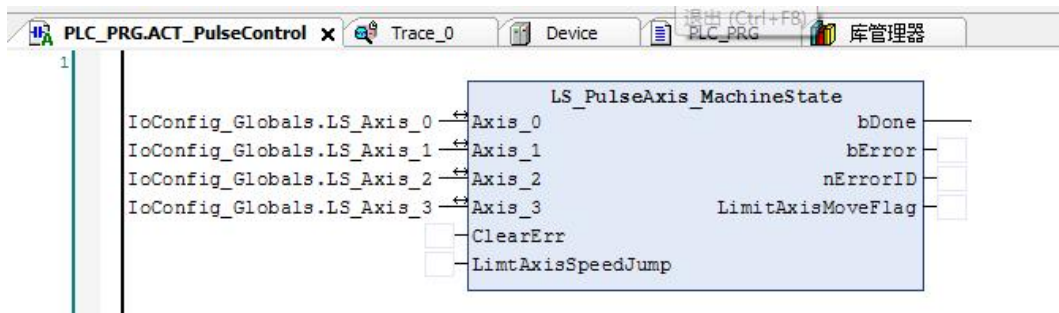

图 9.34 脉冲模块 PD606_IO
- 2) 右击 PLC_PRG 主程序，选择“添加对象”-“动作”，命名 PD606_IO，负责脉冲方向模块和硬件 IO 处理模块，编程语言为梯形图 LD，在设备栏双击 PD606_IO 进入程序编辑区，添加 PD606_IO_Cmd 模块并在指令中填上对应的轴号，如图 9.34 所示；